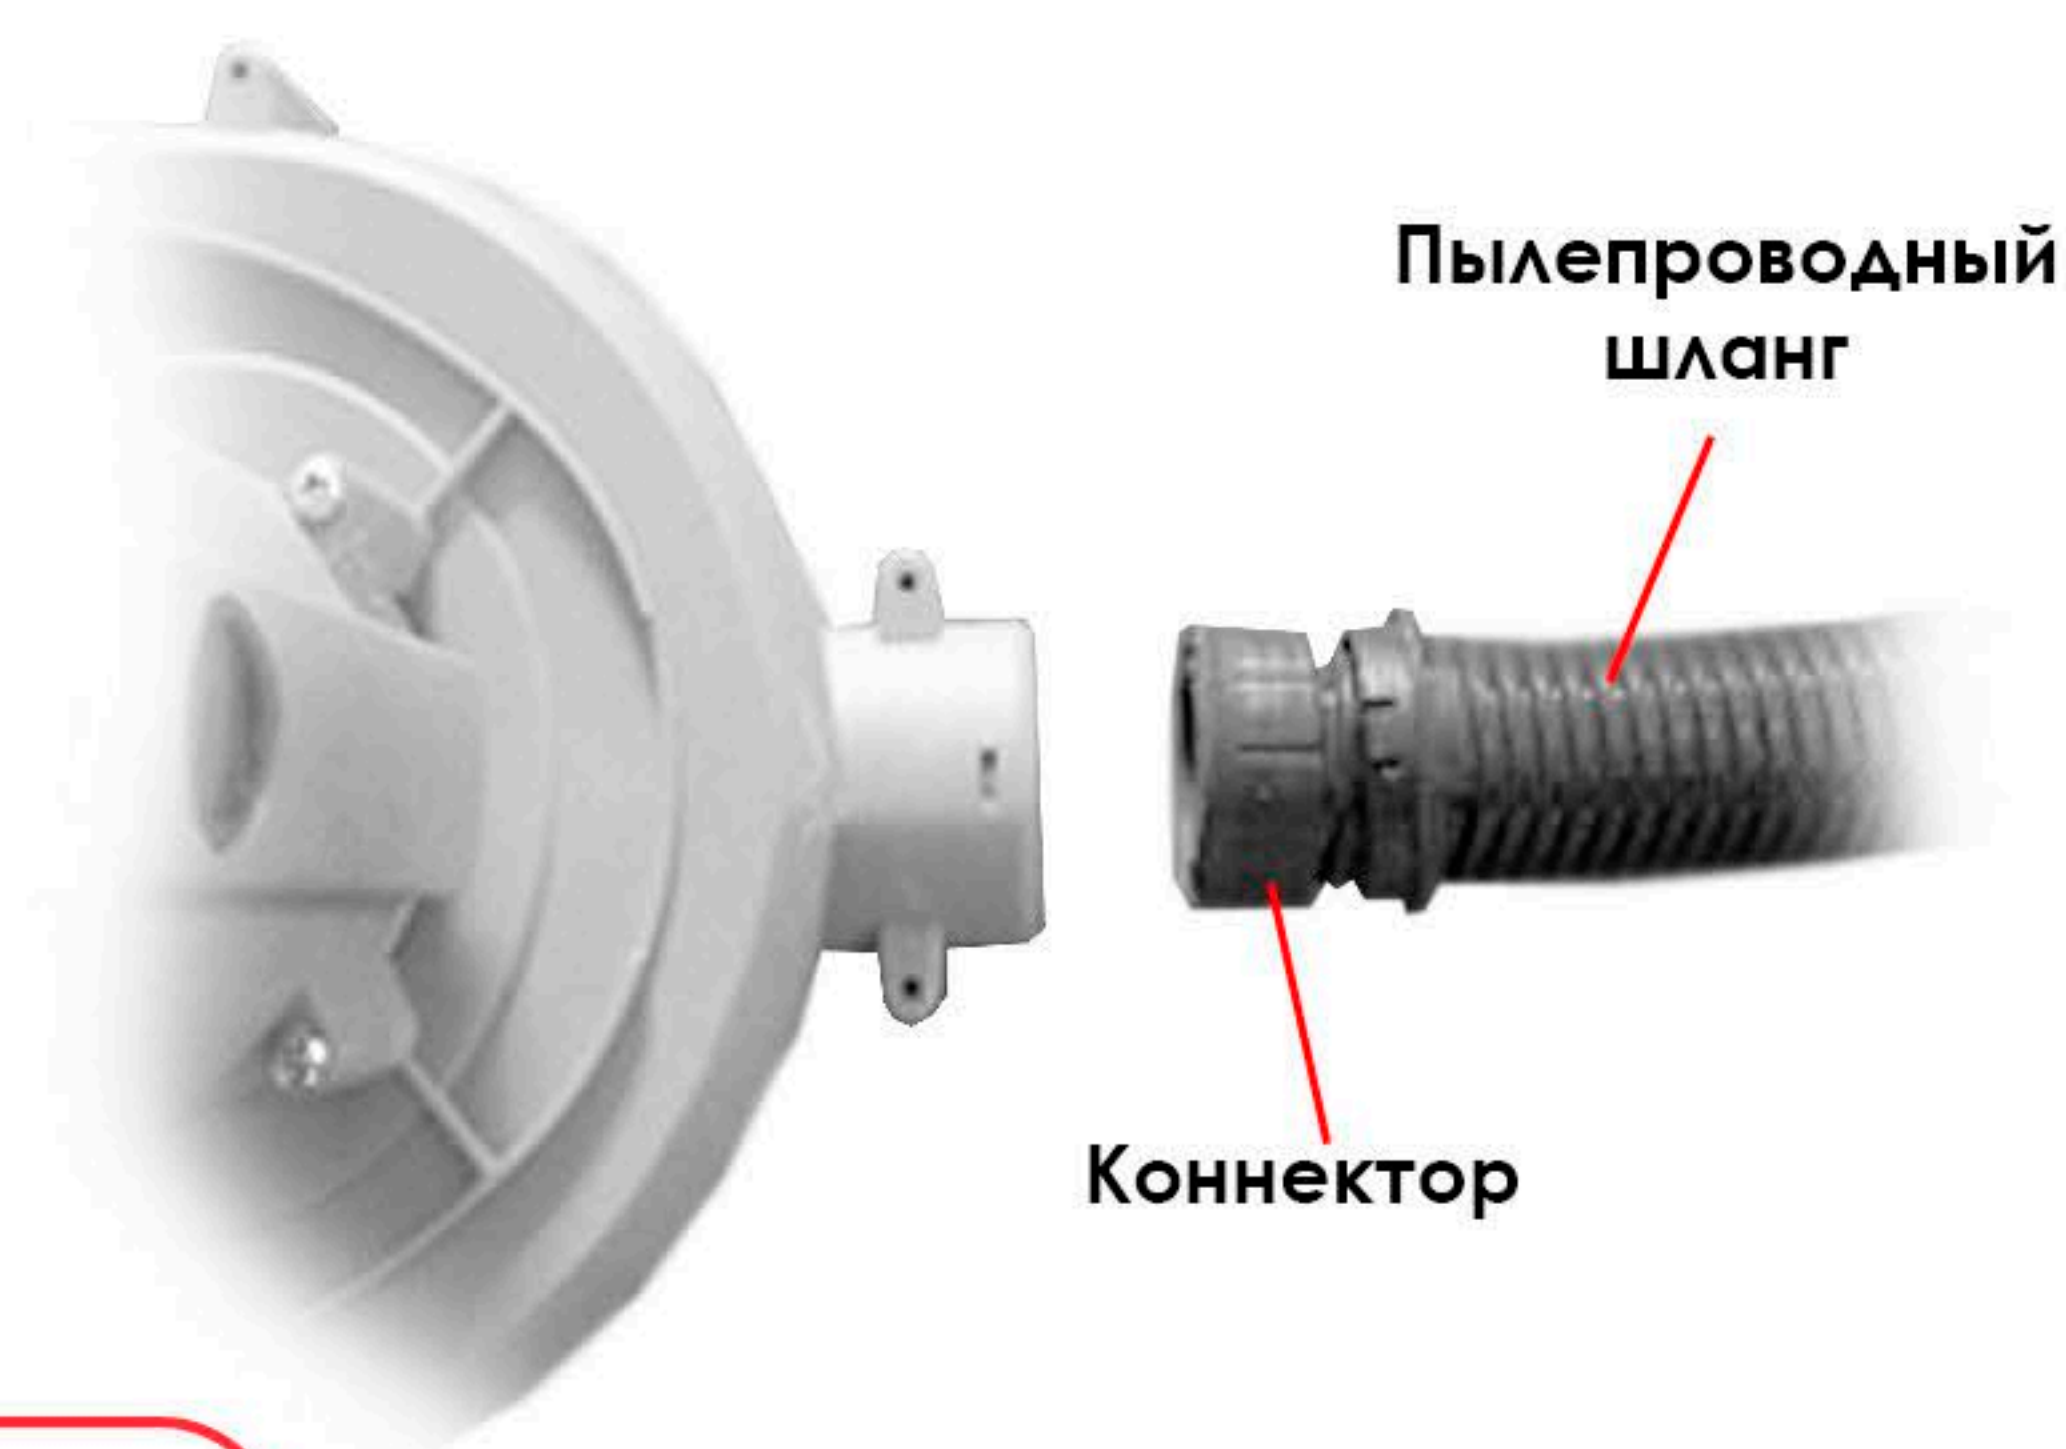

Рис.2
3. Подсоедините пылепроводный шланг к пылесосу с помощью коннектора (Рис. 2).